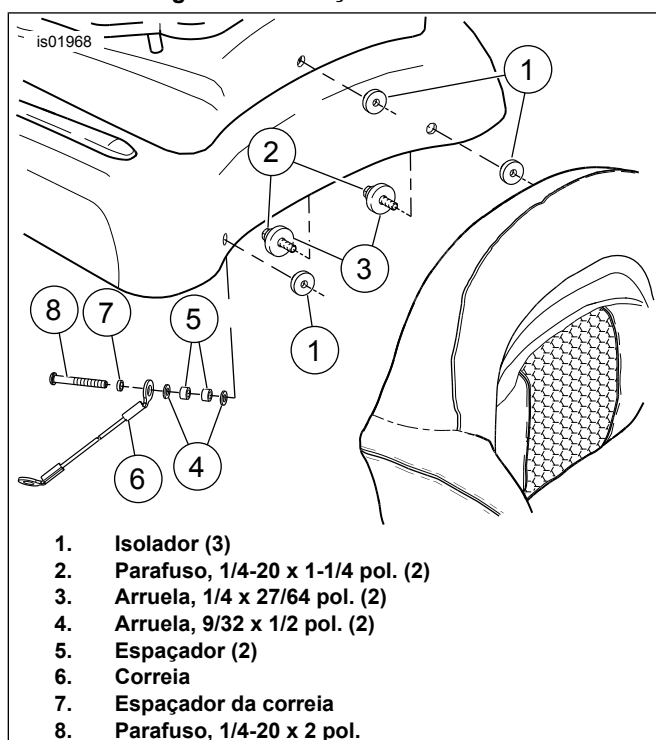

Figura 4. Instalação do encosto
Para os passos de 1 a 4, veja a Figura 4.
2. Insira três isoladores (1) nos três furos de montagem do encosto na tampa da Tour-Pak.
3. Instale o encosto da Tour-Pak na tampa da Tour-Pak com dois parafusos (2) e arruelas (3). Aperte os parafusos com torque de 2,8 N·m (25 in-lbs).
4. Instale o parafuso (8) no encosto através do espaçador da correia (7), a correia (6), os dois espaçadores plásticos (5) e as duas arruelas (4) na ordem mostrada na Figura 4. Aperte o parafuso com torque de 2,8 N·m (25 in-lbs).